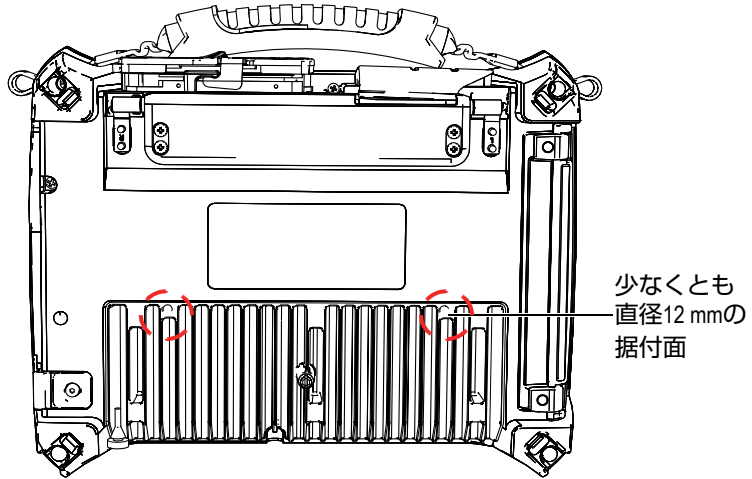

図 2-9 据付面に必要な条件
- OmniScan SXと据付面が少なくとも直径12mm（39ページの図 2-9参照）の面で接触しているか確認します。